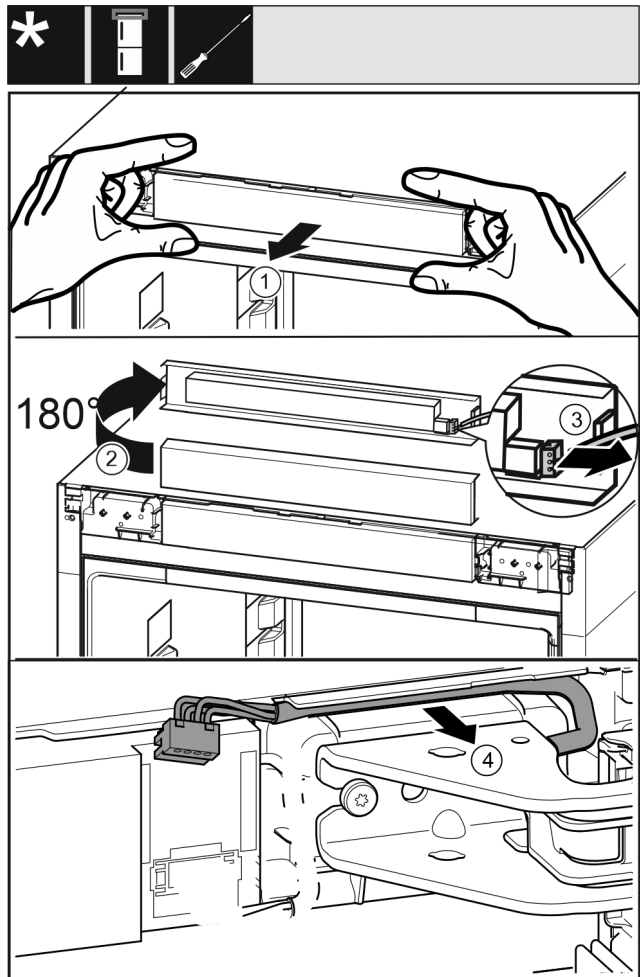

Fig. 22
- ▶ Осторожно снимите фальшпанель Fig. 22 (1) движением вперед.
- ▶ Поверните фальшпанель Fig. 22 (2) вверх на 180°.
- ▶ Прижмите защелку Fig. 22 (3) назад и осторожно извлеките штекер.
- ▶ Осторожно высвободите кабель Fig. 22 (4) над опорным кронштейном из направляющей.